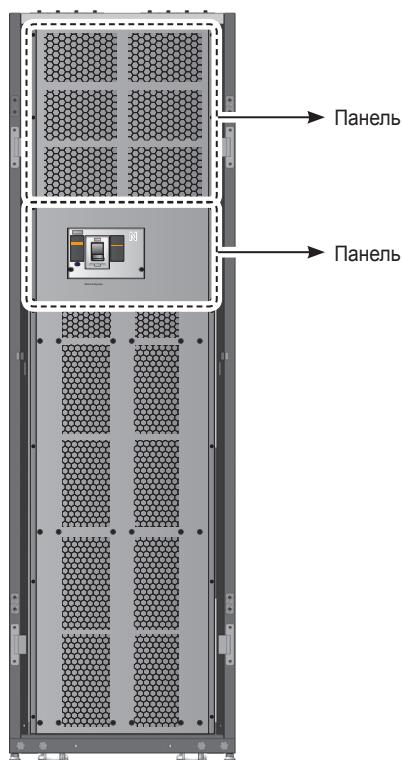

Рис. 5-4. Задние панели
- Откройте задние дверцы ИБП и снимите две панели (см. *Рис. 5-4*) чтобы получить доступ к зажимам.